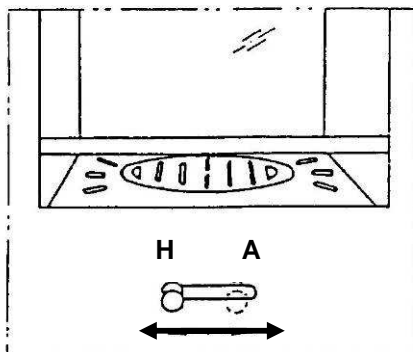

Fig. 3
Pour obtenir une combustion propre, il vaut mieux fractionner les charges Réglez ensuite la prise d'air primaire (voir fig. 3)
- ouvrir la prise d'air primaire (voir fig. 3.+4.)